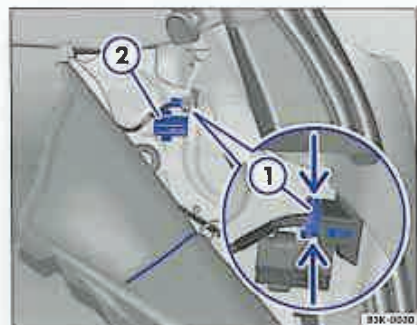

Fig. 54 Portbagajul: Demontarea lămpii spate.
- Apucați în deschizătura respectivă (fanta ⇒ fig. 54) din capitonajul portbagajului și trageți capitonajul în față.
- Deblocați fișa electrică, apăsând elementul de fixare în sensul săgeții ⇒ fig. 54. Simultan, decuplați fișa de conectare ①.
- Scoateți șuruburile ②.